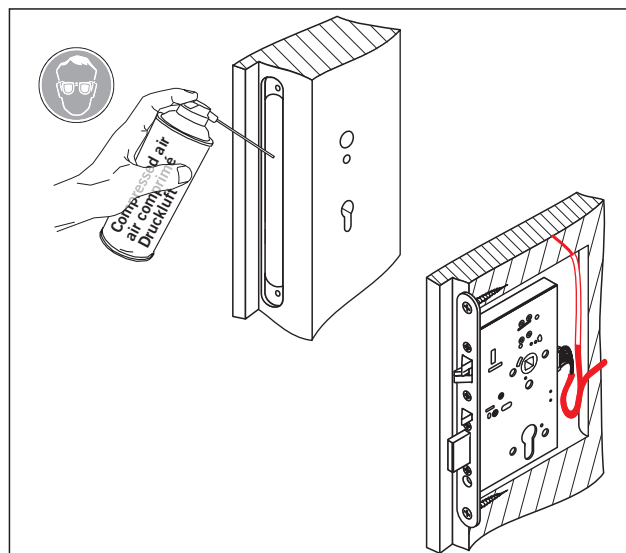

Fig. 12 Insérer la serrure
4. Insérez la serrure dans la découpe du vantail de porte (Fig. 12).